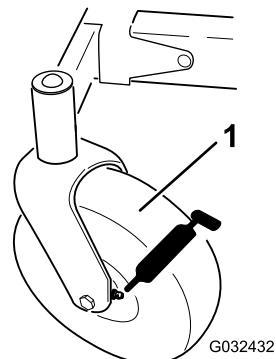

Figure 31
3. Nettoyez les graisseurs (Figure 31) avec un chiffon.
4. Raccordez une pompe à graisse à chaque graisseur (Figure 31).